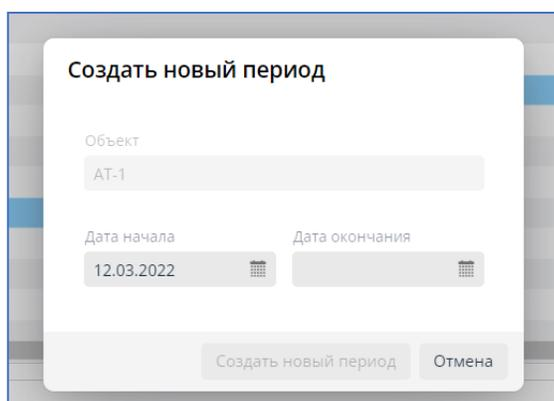

рис. 16.5. Задать даты нового периода планирования ремонтов установок
- выбрать даты начала и окончания периода планирования (см. рис. 16.5.);